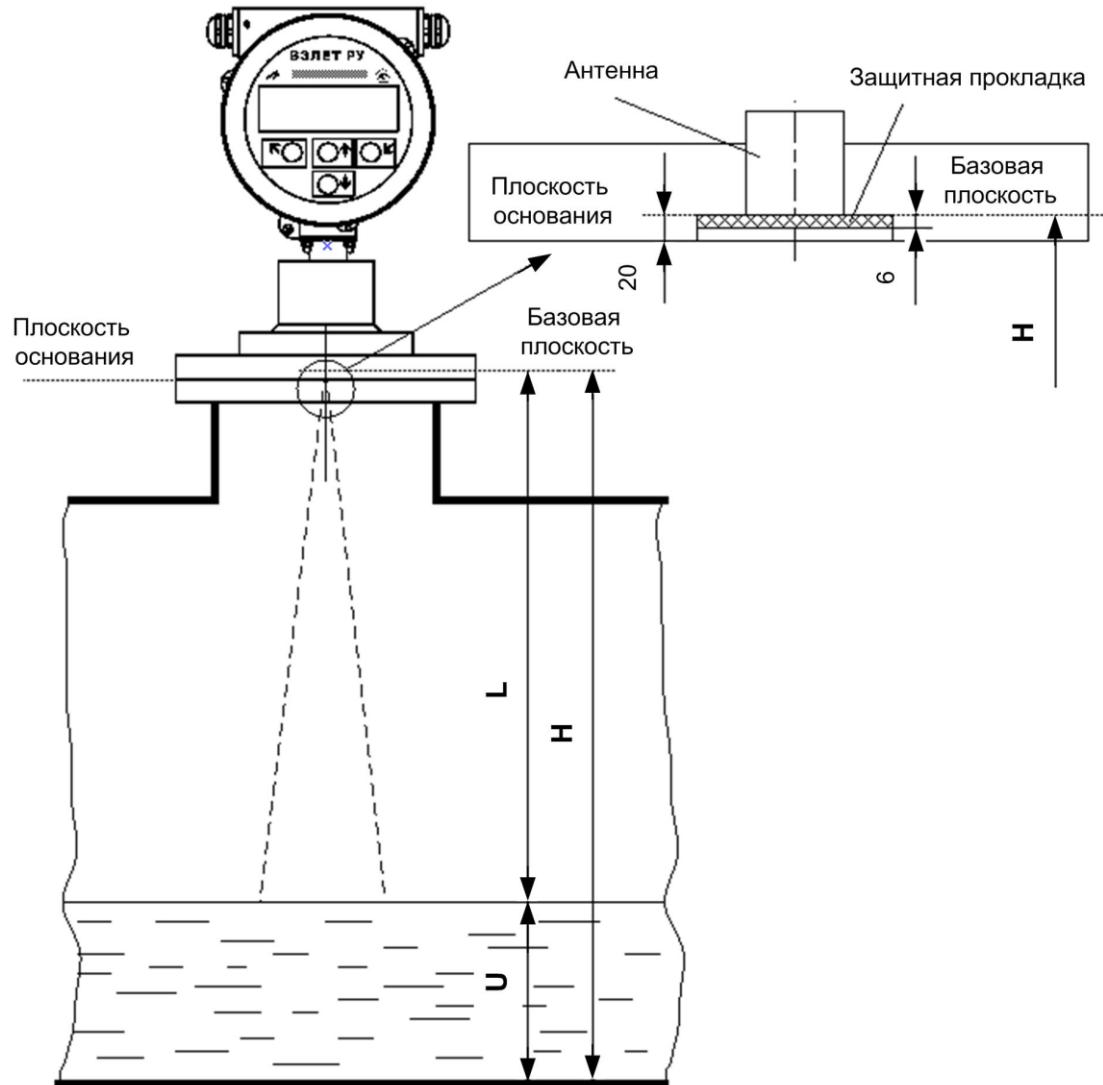

Рис.1 - Настроочные параметры уровнемера.
4.1.2 Базовой плоскостью измерительного диапазона прибора (рис.1) является плоскость, расположенная на расстоянии **20 мм** от основания корпуса прибора или **6 мм** от поверхности защитной прокладки из фторопласта.